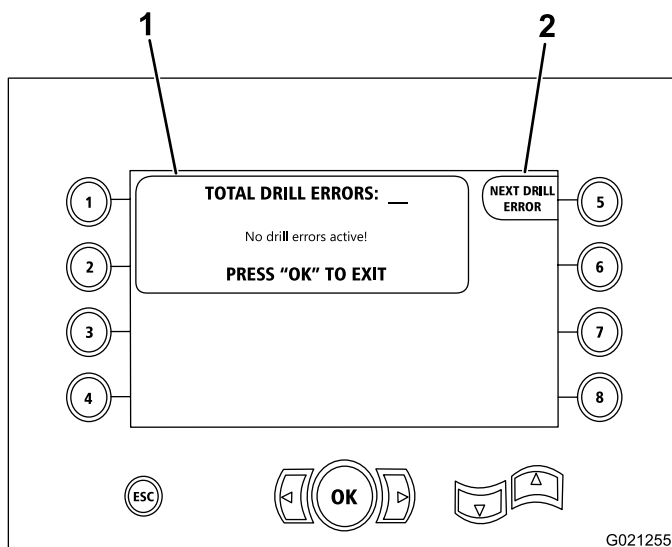

**Figure 28**
Si plus d'une erreur de forage est indiquée, appuyez sur le bouton 6 pour afficher l'erreur suivante (Figure 28).
**Remarque:** Si aucune erreur de forage n'est indiquée, appuyez sur le bouton OK pour quitter cet écran (Figure 28).